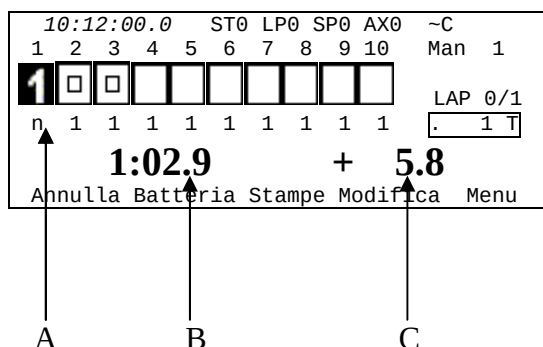

Figura 2 – Esempio di display: dopo il primo arrivo.
Per simulare l'arrivo della prima gara chiudiamo la linea 1 del POD. Il simbolo varia in arrivato in prima posizione (1). Il tempo a correre sul display si ferma mentre inizia a correre il distacco dal primo (vedi Figura 2) e viene stampato il tempo netto sulla banda.